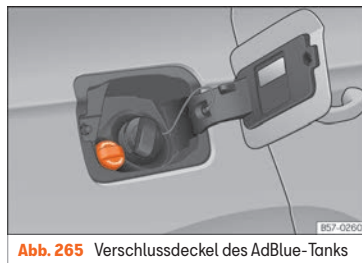

Abb. 265 Verschlussdeckel des AdBlue-Tanks
- Öffnen Sie die Tankklappe »» Abb. 265.
- Schrauben Sie die Flasche entgegen dem Uhrzeigersinn wieder heraus und ziehen Sie die Flasche vorsichtig heraus »» ①.
- Verschlussdeckel SCR-Einfüllstutzen nach links drehen »» Abb. 265.